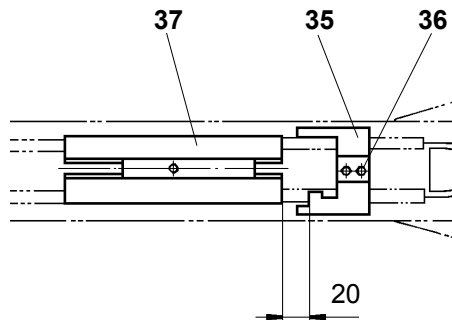

Fig. 14
- Offenanschlag (35) im Antrieb einstellen. Schrauben (36) leicht lösen, Anschlag schieben bis er am Schlitten (37) ansteht. Anschlag ca. 5 mm zurückschieben (Mass 20 mm) und Schrauben (36) festziehen. Fig. 14